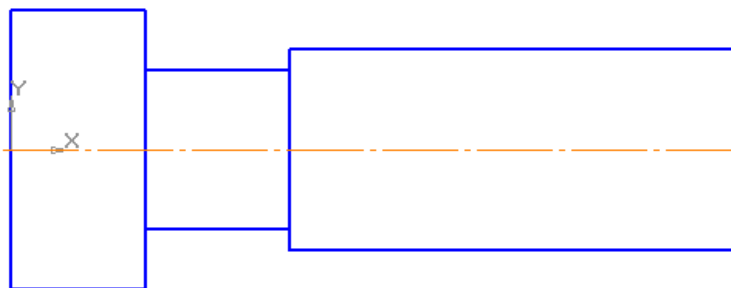

Рис. 85
2. Для построения очерка выберите команду **Прямоугольник**  на панели **Геометрия** . Укажите высоту «28», ширину «13», координаты первой точки (0, -14). Для построения проточки (длина – 14 мм,  $\varnothing 16$ ) активизируйте команду **Отрезок**  на панели **Геометрия** , введите значение длины «14», угол наклона «0», нажмите кнопку **Запомнить состояние**  на Панели специального управления, введите координаты точки (13, 8) [Enter], затем координаты точки для второй прямой (13, -8) [Enter]. Командой **Прямоугольник**  постройте третий участок детали. Параметры прямоугольника: высота – «20», ширина «43», координаты точки (27, -10). Командой **Осевая линия по двум точкам**  на панели **Обозначения**  постройте осевую линию, рис. 85.